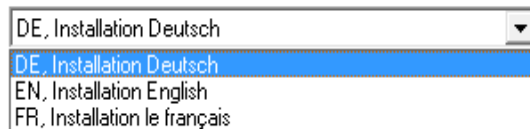

Abb. 4: Sprachauswahl in der Software
3. Sie können in einem Menü zwischen den Sprachvarianten Deutsch, Englisch und Französisch wählen. *Diese Sprachvarianten beziehen sich NUR auf die PC-Oberfläche. (siehe Abb. 4)*